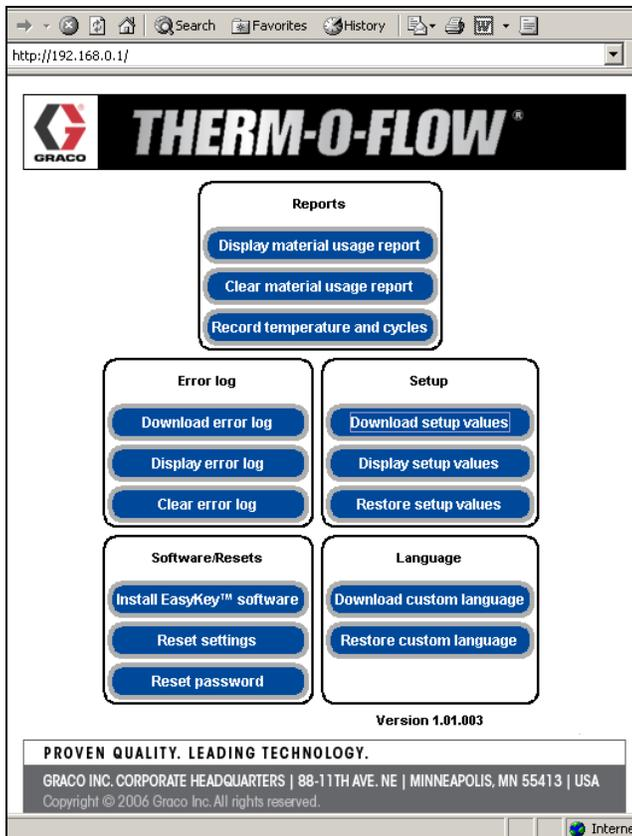

ABB. 33 Haupt-Programmbildschirm
5. Der Haupt-Programmbildschirm erscheint. Siehe Abb. 33.
Auf dem Hauptbildschirm (siehe Abb. 33) können Schaltflächen für Berichte, Fehlerprotokoll, Setup, Software/Resets oder Sprache gewählt werden.